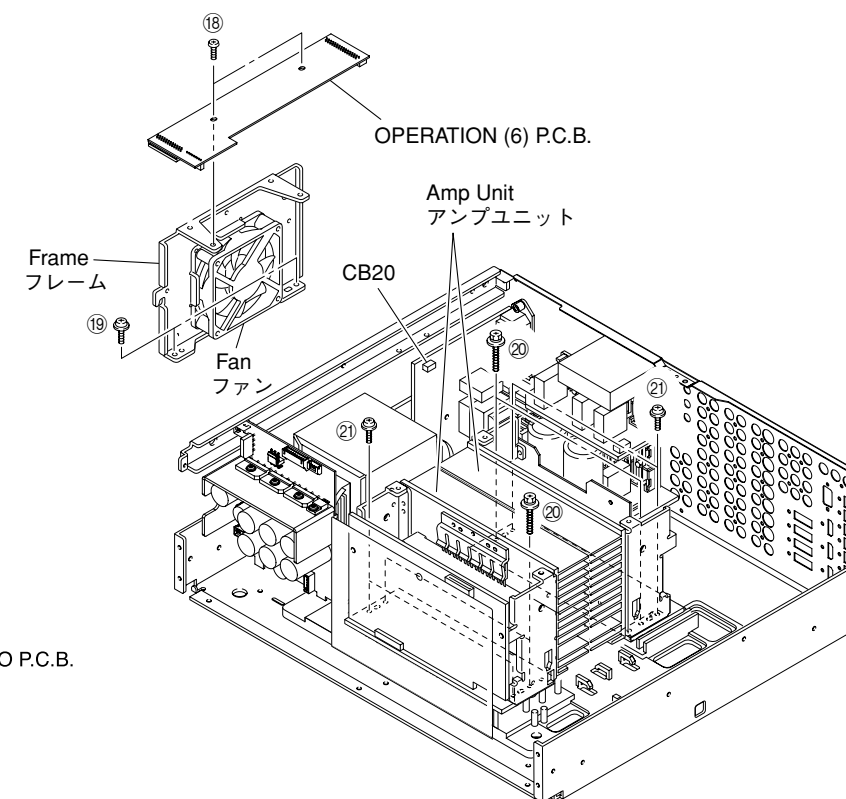

Fig. 6
7. Removal of OPERATION (6) P.C.B.
- Remove 2 screws (18). (Fig. 6)
- Remove the OPERATION (6) P.C.B. which is connected directly to the lower P.C.B. with connectors. (Fig. 6)
- Remove 2 screws (19). (Fig. 6)
- Remove CB20. (Fig. 6)
- Remove the Fan together with the frame by lifting them up. (Fig. 6)
- Remove 4 screws (20) and 4 screws (21). (Fig. 6)
- Remove the Amp Unit. (Fig. 6)
7. OPERATION (6) P.C.B.の外し方
- 18のネジ2本を外します。(Fig. 6)
- OPERATION (6) P.C.B.を取り外します。(Fig. 6) 但し、OPERATION (1) P.C.B.は、下方のP.C.B.と直接コネクタ接続されています。
- 19のネジ2本を外します。(Fig. 6)
- CB20を外します。(Fig. 6)
- ファンをフレームといっしょに上方に取り外します。(Fig. 6)
- 20のネジ4本、21のネジ4本を外します。(Fig. 6)
- アンプユニットを取り外します。(Fig. 6)